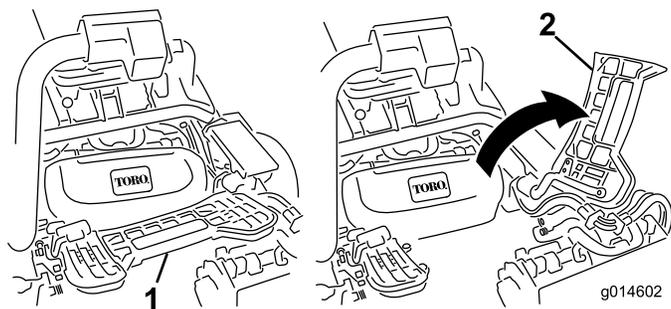

図 11
1. カッティングユニットを、給電切断カップラ部にて解除する：カッティングユニット給電切断コネクタ(ページ 25)をソット・レストを跳ね上げて取り付け位置へのアクセスを確保する(図 11)。
7. 中央カッティングユニットを取り付ける時は、ソット・レストを跳ね上げて取り付け位置へのアクセスを確保する(図 11)。